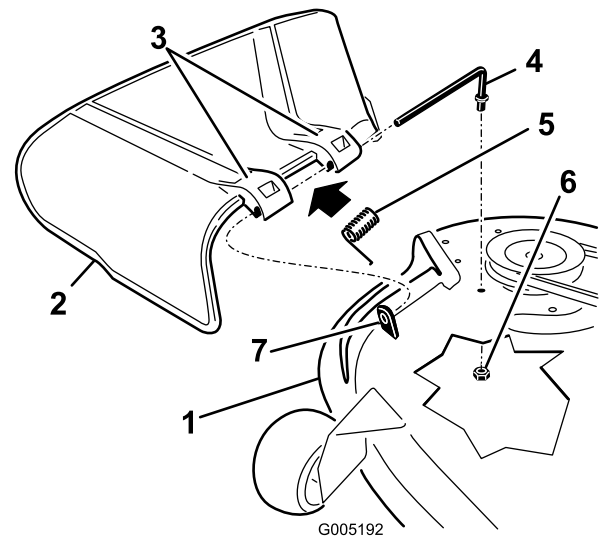

Figura 71
2. Retire la tuerca (9,5 mm) de la varilla (debajo del cortacésped) (Figura 71).
3. Retire la varilla del espaciador corto, del muelle y del deflector de hierba (Figura 71). Retire el deflector de hierba dañado o desgastado.
4. Vuelva a colocar el deflector de hierba (Figura 71).
6. Coloque el muelle sobre la varilla, con los extremos de los alambres hacia abajo, y entre los soportes del deflector de hierba. Deslice la varilla por el segundo soporte del deflector de hierba (Figura 71).
7. Introduzca la varilla, en la parte delantera del deflector de hierba, por el espaciador corto de la carcasa. Fije el extremo trasero de la varilla en el cortacésped con una tuerca (9,5 mm) (Figura 71).
1. Localice los elementos mostrados en la Figura 71.